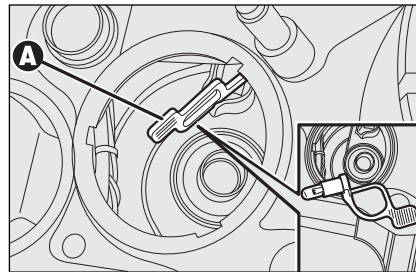

fig. 27
- maak de lip **A-fig. 27** los, verwijder de lamp en vervang de lamp;